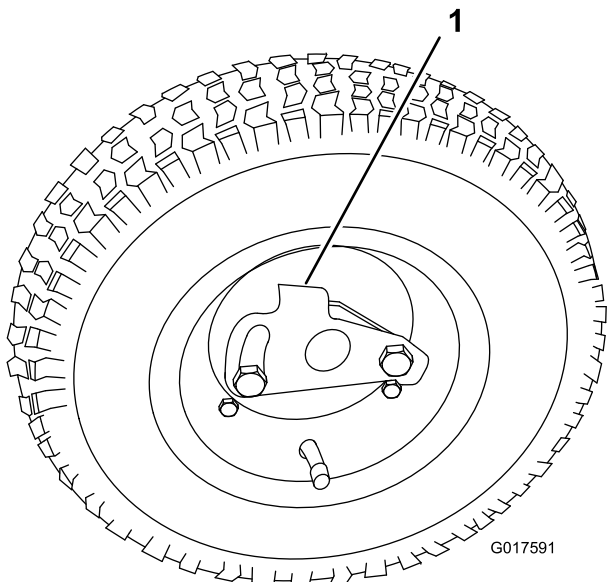

Bild 10
- Drücken Sie den Radarretierclip zur Mitte des Rads auf die Radachse (Bild 10).